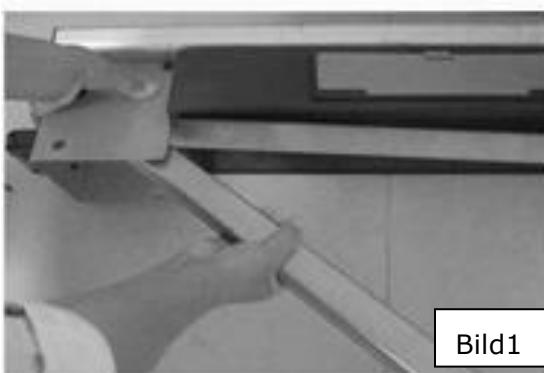

Bild1
- Stellen Sie die USK 2760 auf, klappen Sie die Beine aus (Bild1).